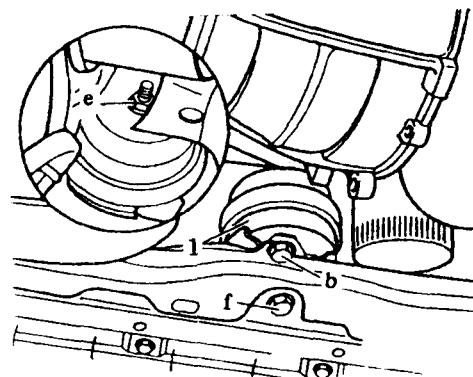

图 1-4
①发动机总成前悬置（图 1-4）。 $b = 30\text{N}\cdot\text{m}$, $e = 6\text{N}\cdot\text{m}$, $f = 70\text{N}\cdot\text{m}$ 。